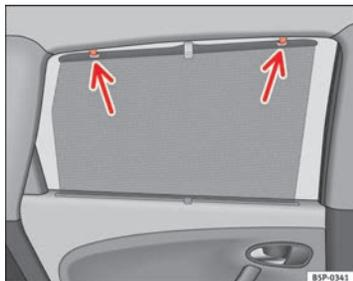

Fig. 84 Persiana puerta trasera
- Desenrolle la persiana y engánchela en los ganchos situados en el marco superior de la puerta ⇒ fig. 84.